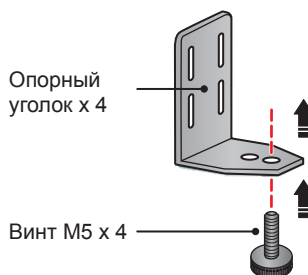

Рис. 6-3. Установка болта ИБП 15/20 кВА
- 2) Вставьте болты из комплекта поставки в резьбовое отверстие каждого опорного уголка с внешней стороны, (см. **Рис. 6-3**).